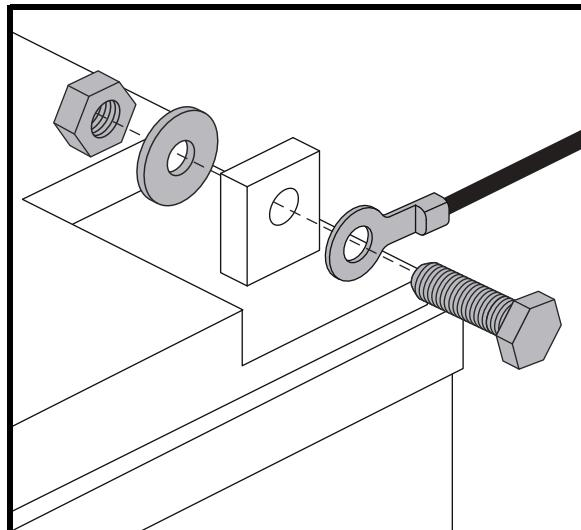

Figura 13. Equipo Terminal de la Batería
4. Desconecte los cables de batería de los terminales de batería deslizando hacia atrás las cubiertas de las terminales y desenroscando la tuerca del tornillo. **Ver la figura 13.**